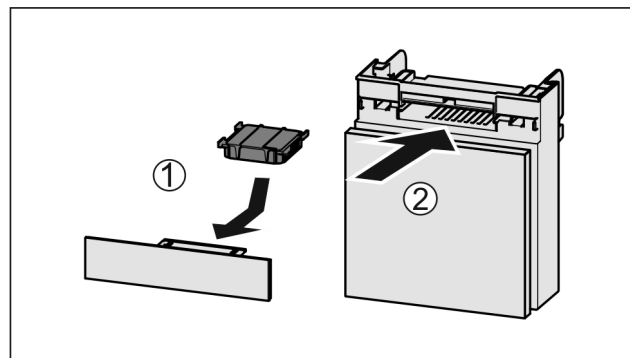

Fig. 165
- Introduceți Fig. 165 (1) filtrul de cărbune activ după cum se vede în figură.
- Împingeți Fig. 165 (2) compartimentul în interior.